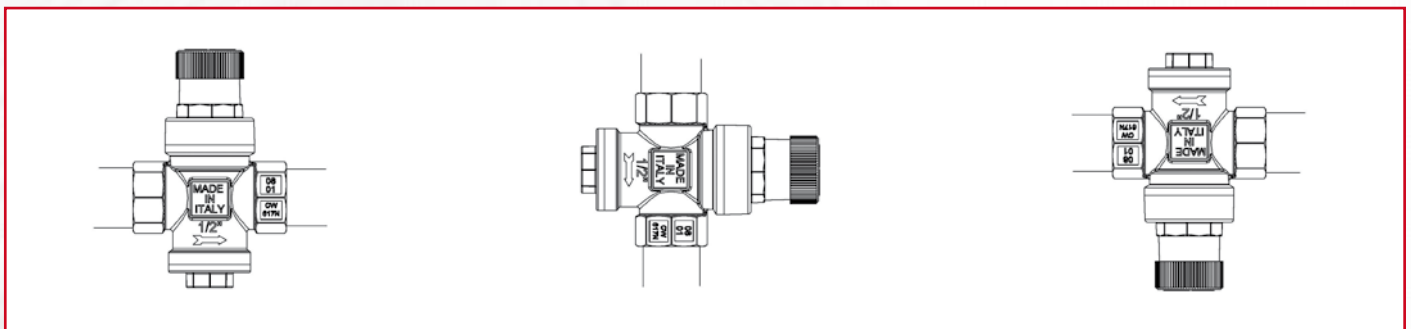

FIG. 4.1
- Svitare il cappuccio superiore (Fig. 4.1);
- Unscrew the plug (Fig. 4.1);